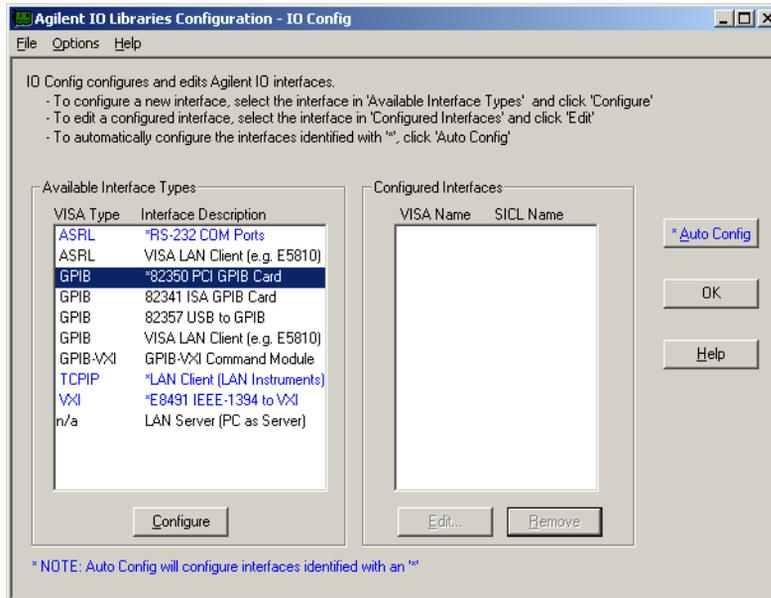

Figura 35 Selección del tipo de interfase adecuada en la pantalla "I/O Config"
- 3 En la lista de “**Available Interface Types**” seleccionar la tarjeta de interfase, por ejemplo, “**Agilent 82350 GPIB**” (consultar la Figura 35) y pulsar “**Configure**”.